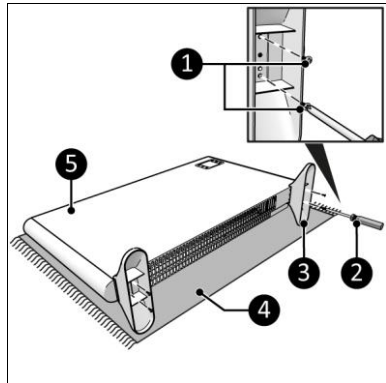

Abbildung 6
1. Legen Sie das Gerät auf eine stabile weiche Oberfläche (Abbildung 6, Pos. 4).
2. Platzieren Sie die Sockel (Abbildung 6, Pos. 3) an beide Seiten des Hauptkörpers (Abbildung 6, Pos. 5).
3. Schrauben Sie die Sockel mit einer kleinen Schraube (Abbildung 6, Pos. 1) mit einem Phillips Kreuzschlitzschraubendreher (Abbildung 6, Pos. 2) fest.